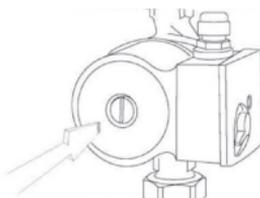

Рис.3
- для удаления воздуха из насоса выкрутите выпускной винт (рис. 3);
При правильном монтаже насос не требует обслуживания во время эксплуатации. При длительном перерыве в работе насоса перед очередным запуском необходимо убедиться, что не произошло блокирование вала отложениями извести или другими механическими примесями. При продолжительном простое периодически проворачивайте вал, во избежание его блокировки (отвинтите контрольный винт (рис. 3), с помощью плоской отвертки проверните вал мотора, затем завинтите контрольный винт.
**ВНИМАНИЕ!** При необходимости вывинчивания контрольного винта (рис. 3) нужно перед этой операцией удостоверить-ся, что выходящая в результате жидкость не нанесет вреда людям или не станет причиной повреждения компонентов насоса.
- выкрутить выпускной винт (рис. 3);